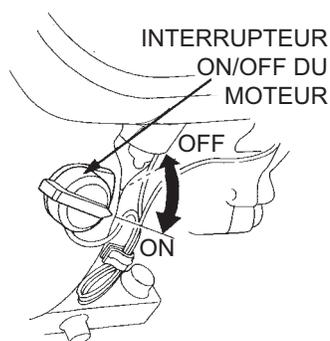

Figure 12. Interrupteur ON/OFF du moteur
2. Placer l'interrupteur ON/OFF du moteur (Figure 12) à la position **ON**.